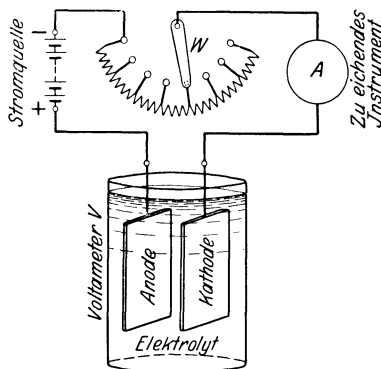

Abb. 1. Eichung von Meßinstrumenten mittels Voltmeter.
15. Um eine Tangentenbussole zu eichen, wurde in den Stromkreis mehrerer Elemente (Abb. 1) ein Regulierwiderstand  $W$ , ein Kupfervoltmeter  $V$  und die Tangentenbussole  $A$  eingeschaltet. Dieselbe zeigte im Mittel aus 20 Ablesungen 40 [55°] an, während die Zeitdauer des Stromschlusses 30 [35] Min. betrug. Die Wägung der Kathode vor und nach dem Versuch ergab eine Gewichtszunahme von 2 [1,08] g. Wie groß ist hier- nach der Reduktionsfaktor der Tangentenbussole ?1